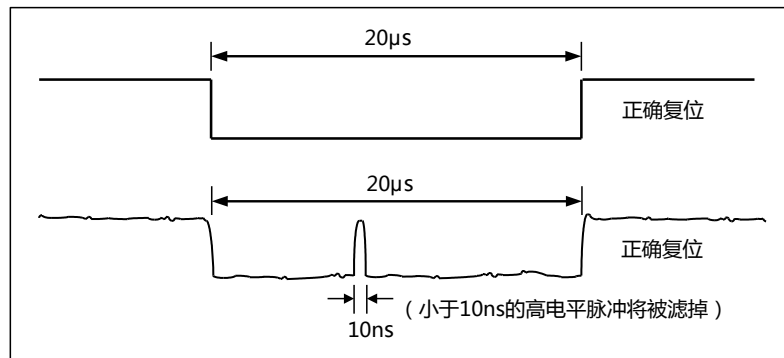

图 13 复位脉冲低电平期间的防抖动处理
3. 在复位脉冲的低电平期间, 防抖动电路也将起作用, 小于 10ns 的高脉冲将被滤除, 如图 13 所示: